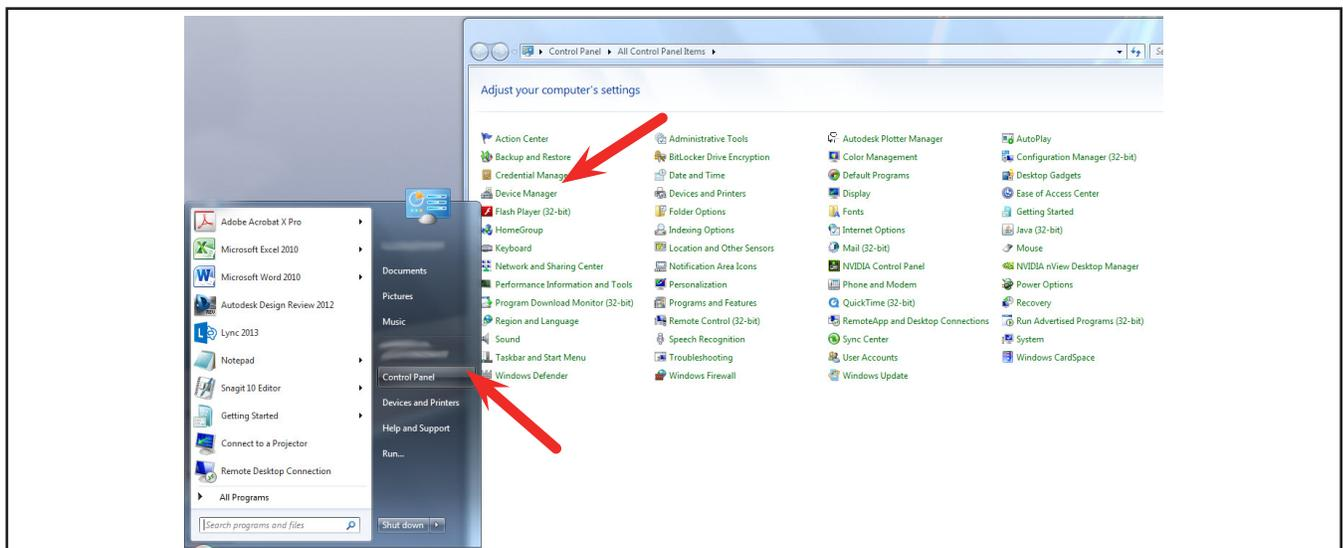

Figure 22 - Ouvrir le **DEVICE MANAGER**
4. Suite à l'installation du câble, ouvrir le **PANNEAU DE CONFIGURATION** de Windows et cliquer sur **GESTIONNAIRE DE PÉRIPHÉRIQUES**. Voir Figure 22.